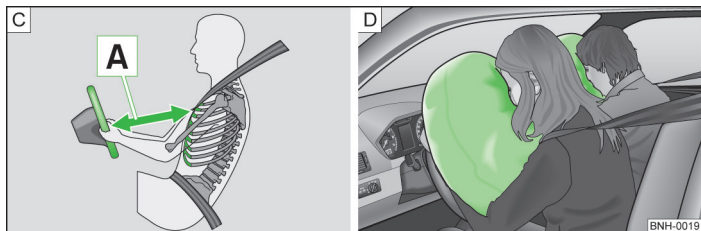

Fig. 159 Distanța sigură față de volan/airbaguri umplute cu gaz
Când se declanșează airbagurile, acestea se umflă în fața șoferului și pasagerului din față » fig. 159 - **D**. Airbagul umflat amortizează mișcarea spre înainte a pasagerilor reducând astfel riscul de rănire în zona capului și a pieptului.
- Atât pentru șofer cât și pentru pasagerul față este important să păstreze o distanță de aproximativ 25 cm față de volan, respectiv de planșa de bord **A** » fig. 159. Dacă nu se respectă această distanță, sistemul airbag nu își poate exercita eficiența maximă – Pericol! Pe lângă acestea, scaunele din față și tetierele trebuie să fie întotdeauna reglate în funcție de mărimea corpului.